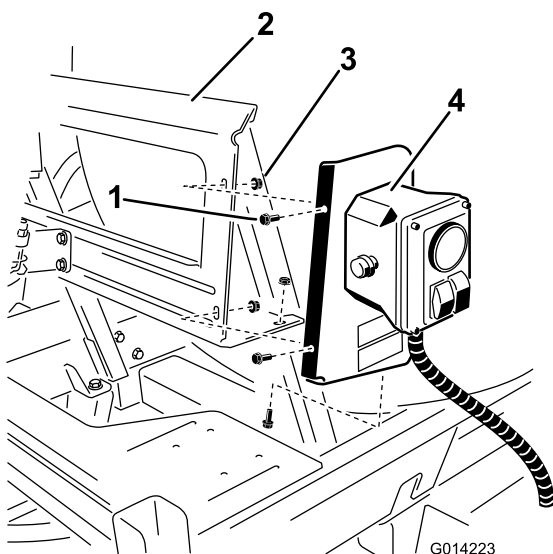

Figure 8
- Fixez l'ensemble au support avec 3 boulons (1/4 x 5/8 po) et 3 contre-écrous (1/4 po), comme montré à la Figure 8.